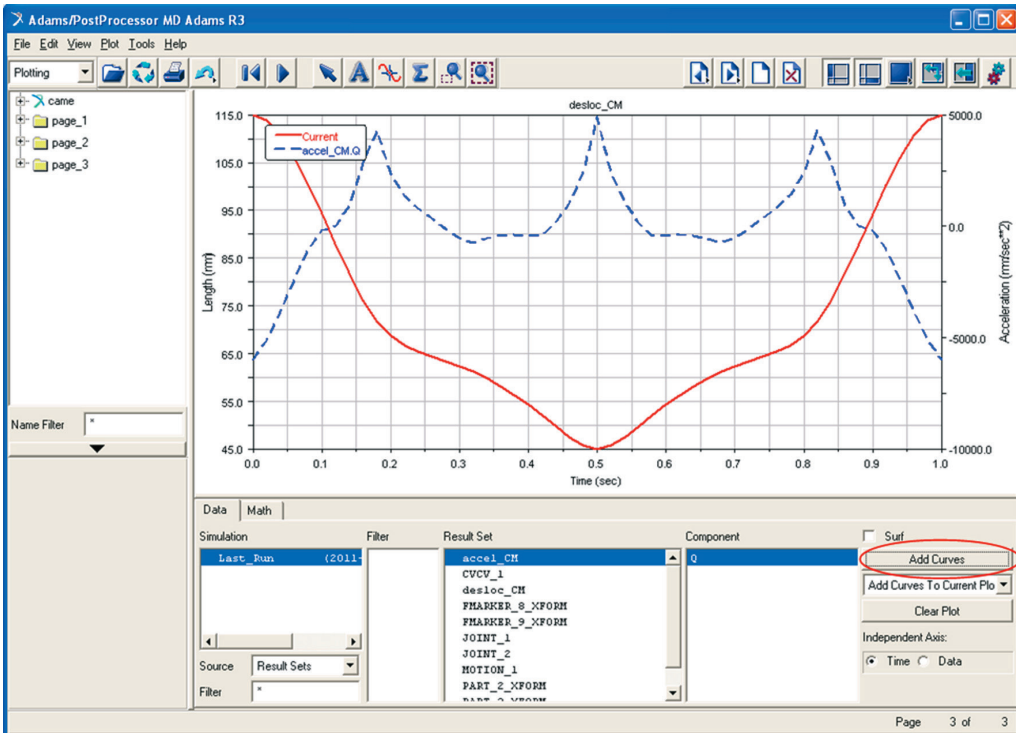

Figura 3.26 – Visualização de duas curvas no mesmo gráfico.
- Para exibir a curva da aceleração neste mesmo gráfico clique sobre o texto *accel\_CM*, no campo *Result Set*. No campo *Component*, selecione a opção *Q*. Clique em *Add Curves*, conforme mostrado na Figura 3.26.